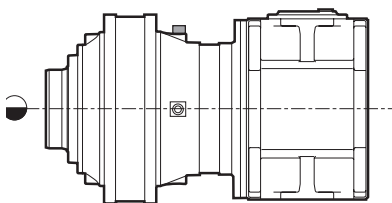

Fig. 1
En caso de montaje horizontal del reductor, el nivel indispensable para garantizar una buena lubricación coincide con la línea media, Fig. 1. En las aplicaciones en las que la velocidad de rotación de salida es muy baja ($n_2 \leq 5$ tr/min) el nivel se debe fijar 50 a 100 mm más arriba. Fig. (2).